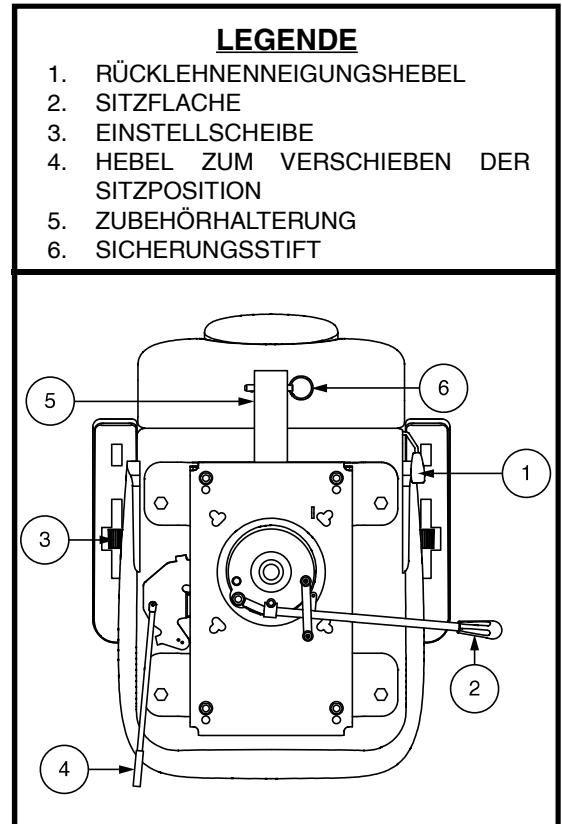

Abb. 18. Sitzeinstellungen
Um die verstellbare Rückenlehne einzustellen, befolgen Sie diese Schritte. Siehe Abb. 18.
1. Zum Entriegeln des Sitzes den Sitzverschluss je nach Sitztyp entweder nach oben ziehen oder nach vorne schieben. **Siehe Abb. 18.**
Der Armlehnenwinkel Ihres Elektromobils kann nach oben oder nach unten verstellt werden durch das Drehen der Einstellscheiben. **Siehe Abb. 18.**
1. Drehen Sie den Hebel zur Verstellung der Sitzposition nach aussen. **Siehe Abb. 18.**
Die Zubehörhalterung am Heck ermöglicht es Ihnen, persönliche Zubehörkomponenten wie Korb, Gehhilfe oder Sauerstofftank hinter dem Elektromobil anzubringen. Verwenden Sie den Sicherungsstift, um das Zubehörteil sicher an der Halterung zu befestigen. **Siehe Abb. 18.** Für weitere Informationen wenden Sie sich an Ihren Vertragshändler.